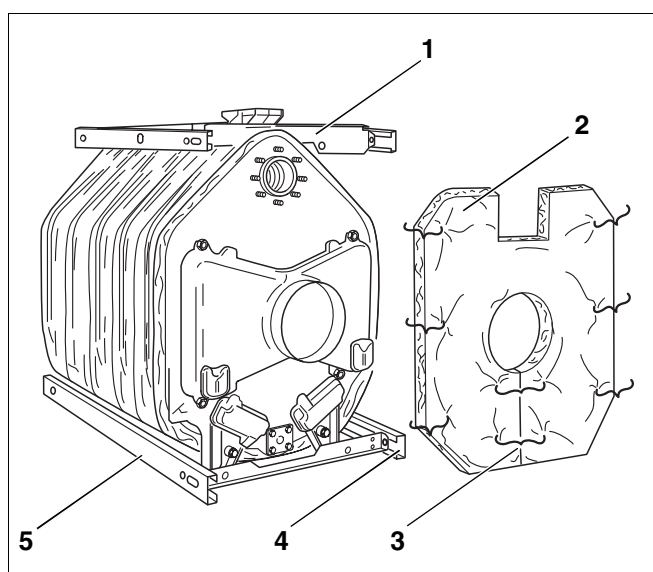

Fig. 38
- De nederste længdetraverser (Fig. 38, **pos. 4 og 5**) skrues ligeledes fast på siden af tværtraverserne ved hjælp af pladeskruer med ombukkene indad og langhullet vendende bagud.
- Skub isoleringen til bagelementet (Fig. 38, **pos. 2**) ind over røggasstuds. Udskæringen til kedelreturløbet skal vende opad.
- Sæt bagelementets isolering fast på den bageste travers foroven med to spændefjedre (Fig. 38, **pos. 1**).
- Luk åbningen under røggasstuds med spændefjedre (Fig. 38, **pos. 3**).